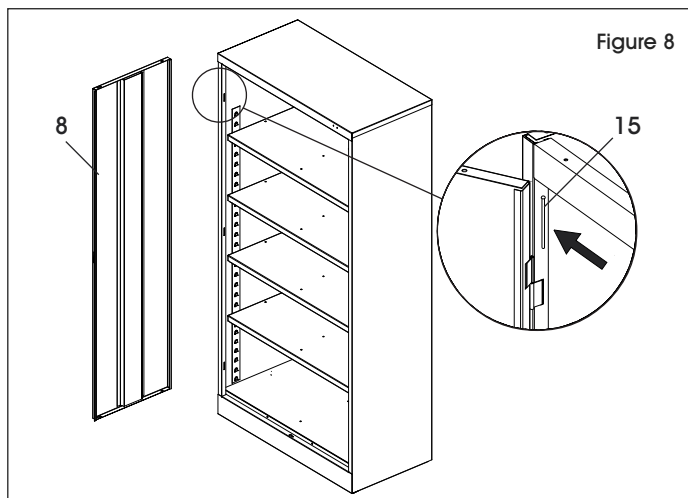

Figure 8
9. Fixez la porte gauche (8) à l'unité en la plaçant sur les charnières, en alignant les trous de charnière et en déposant les axes de charnière dans les fentes. Placez le côté plat d'un tournevis sur chacun des axes et frappez dessus à l'aide d'un marteau pour les faire rentrer complètement dans les charnières. (Voir Figure 8)